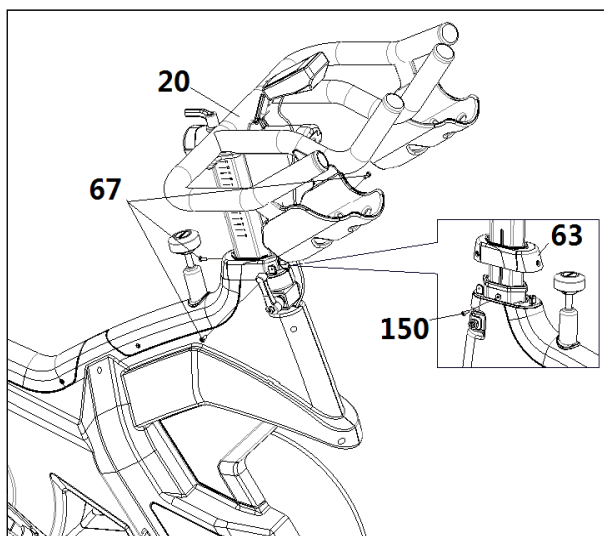

Рис.4
Установите сиденье (1), рис.4, на горизонтальную опору (38), как показано на рис.4, установите сиденье в нужное положение и надежно затяните гайки на кронштейне.
Затем установите горизонтальную опору сиденья (38) на стойку сиденья (39), рис.4, правильно расположите и затяните ручку (2), рис.4.
Вставьте стойку сиденья (39) в выступ на основном корпусе (А), правильно расположите и затяните стойку сиденья с помощью регулировочной ручки (2А), рис.4, поверните по часовой стрелке.
Слегка ослабьте регулировочную ручку основания сиденья (2А), поверните ручку против часовой стрелки (Рис.4), переместите сиденье в удобное для выполнения тренировок положение, а затем надежно затяните ручку (2А), поверните по часовой стрелке.
Слегка ослабьте ручку (2А), поверните ручку против часовой стрелки, рис.4, переместите сиденье в удобное для выполнения тренировки положение, а затем надежно затяните ручку (6), поверните по часовой стрелке.